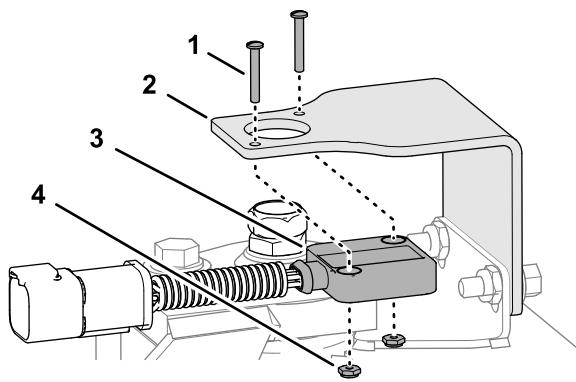

図 10
3. なべネジ (#4 x 3/4")2本とロックナット (#4) を使ってステアリングポジションセンサーをセンサーブラケットに取り付け、ネジとロックナットを締める(図 10)。